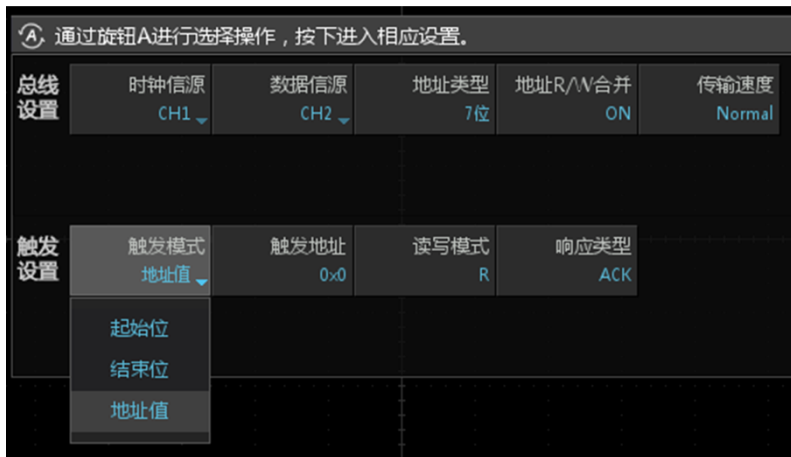

图 14.18 解码协议参数
- 5、用户按下【协议参数】软键，可以对协议参数进行设置，旋转旋钮 A 可选择参数，短按旋钮 A 后可进行参数修改，其中包括“总线设置”与“触发设置”，如图 14.18 所示，通道 1 为时钟信号源，通道 2 为数据信号源，地址类型为 7 位，触发模式设为地址值，触发地址为 0x50，读写模式为 R，响应类型为 ACK。